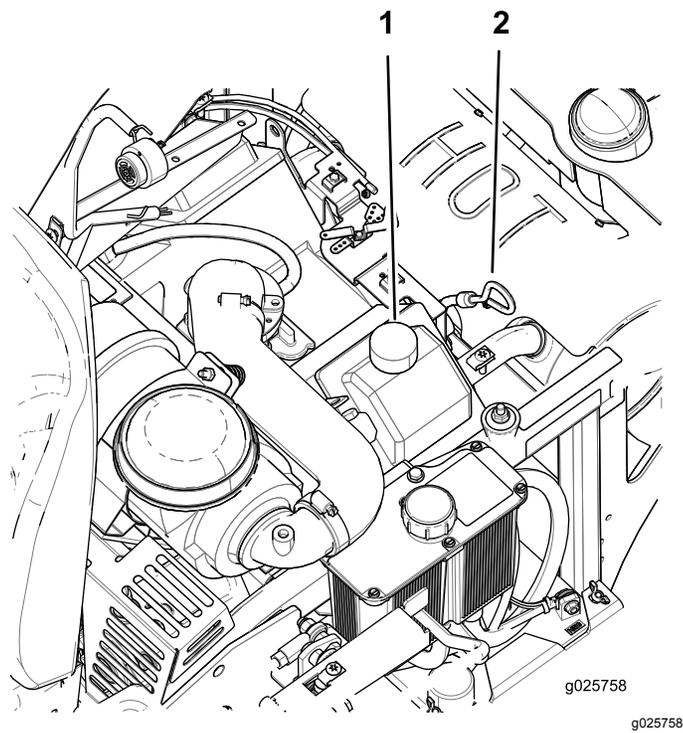

Figura 40
4. Para manter a sujidade, as aparas de relva, etc., fora do motor, limpe a área em torno da tampa de enchimento e vareta antes de a remover (Figura 40).
8. Se o nível de óleo estiver baixo, limpe a área em volta do tampão de enchimento de óleo, retire o tampão e encha até a marca **cheio** na vareta (Figura 40).
4. Deite lentamente cerca de 80% do óleo especificado no tubo de enchimento e adicione lentamente o óleo adicional para atingir a marca de **cheio** na vareta (Figura 40).
5. Ligue o motor e conduza até uma superfície plana. Volte a verificar o nível de óleo (Figura 40).